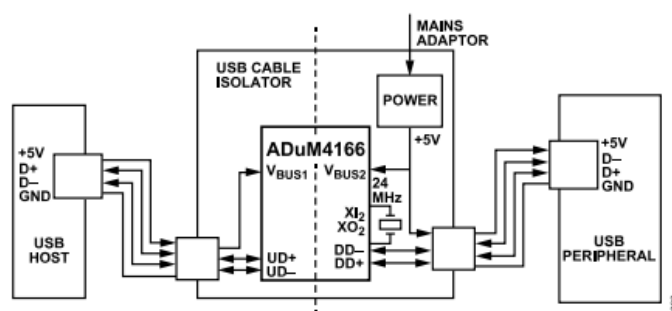

図 20. ADuM4166によるUSBケーブル絶縁アプリケーション
のどちらでも使用できます。図20に示す実装例にはADuM4166が使われています。
- ▶ サイド2（ダウンストリーム）の電源。通常、最も便利なソリューションは、USBケーブルに5Vを供給するのに使用したのと同じ電源から、サイド2へ電力を供給する方法です。この電源は図20に示すように独立電源とするか、アップストリームのUSBケーブル電源から絶縁型5V電源を取り出す絶縁型DC/DCコンバータを介することができます。このような形で絶縁型DC/DCコンバータを使用する場合、DC/DCコンバータの効率と、ADuM4166のサイド2や接続されたUSBペリフェラルを含む出力負荷によっては、ホストのDFPから流れる最大許容電流に関するUSB 2.0の制限値未満に流入電流を維持するのが難しくなる可能性があります。絶縁型DC/DCコンバータの入力電流がUSB 2.0の制限値を超える場合は、代替手段としてサイド2に独立電源を使用します。